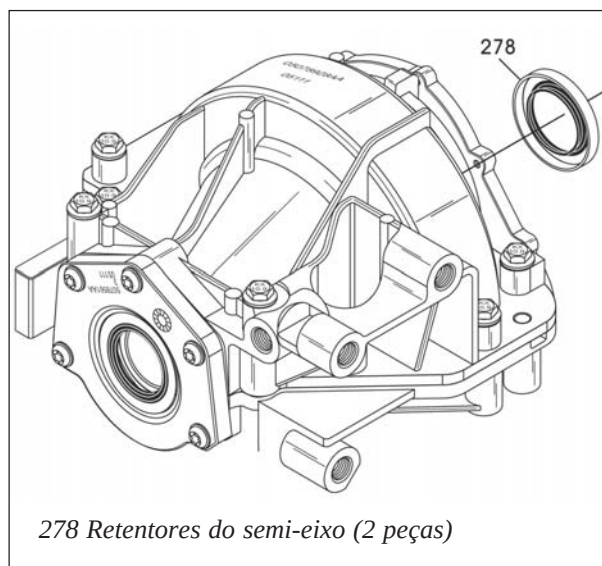

Figura 105
36. Instale um novo retentor do semi-eixo utilizando a ferramenta apropriada, conforme mostra a figura 105.